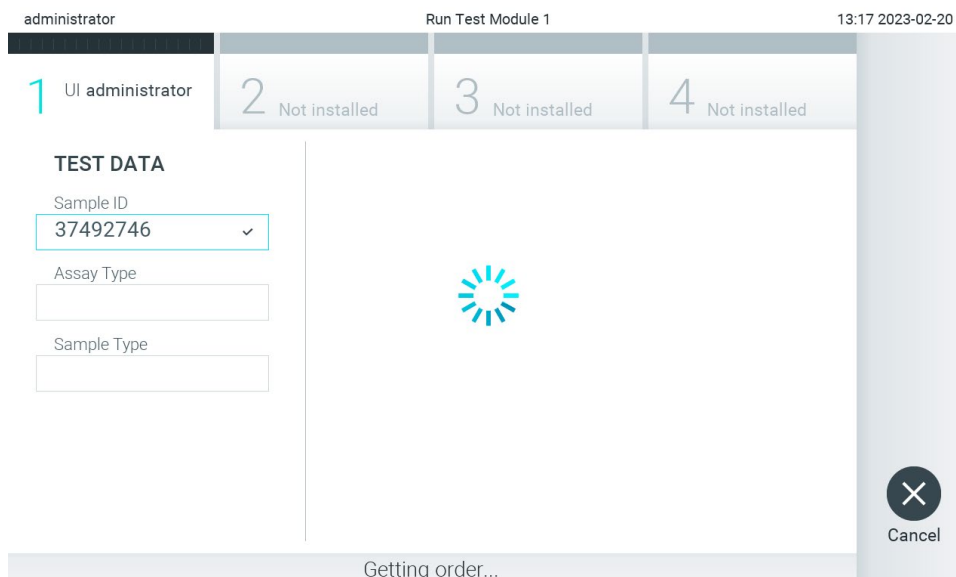

Figura 86. Afișaj în timpul regăsirii comenzii de testare.
3. ID-ul probei va fi trimis către gazdă și, în timp ce QIAstat-Dx Analyzer 2.0 așteaptă o comandă de testare, se afișează mesajul „Getting order...” (Se obține comanda...) (Figura 86).